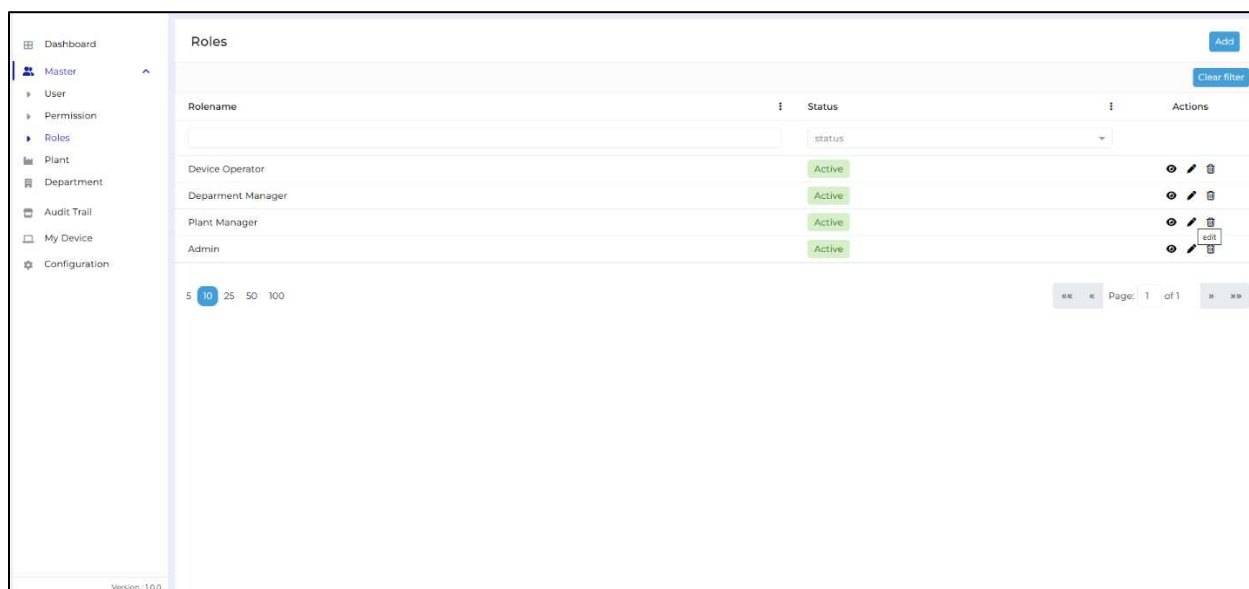

Figure 40 Ajouter/mettre à jour des rôles dans l'application EMS Cloud
- Un nouveau rôle peut être ajouté, si nécessaire en cliquant sur le bouton Ajouter illustré dans la figure 40..